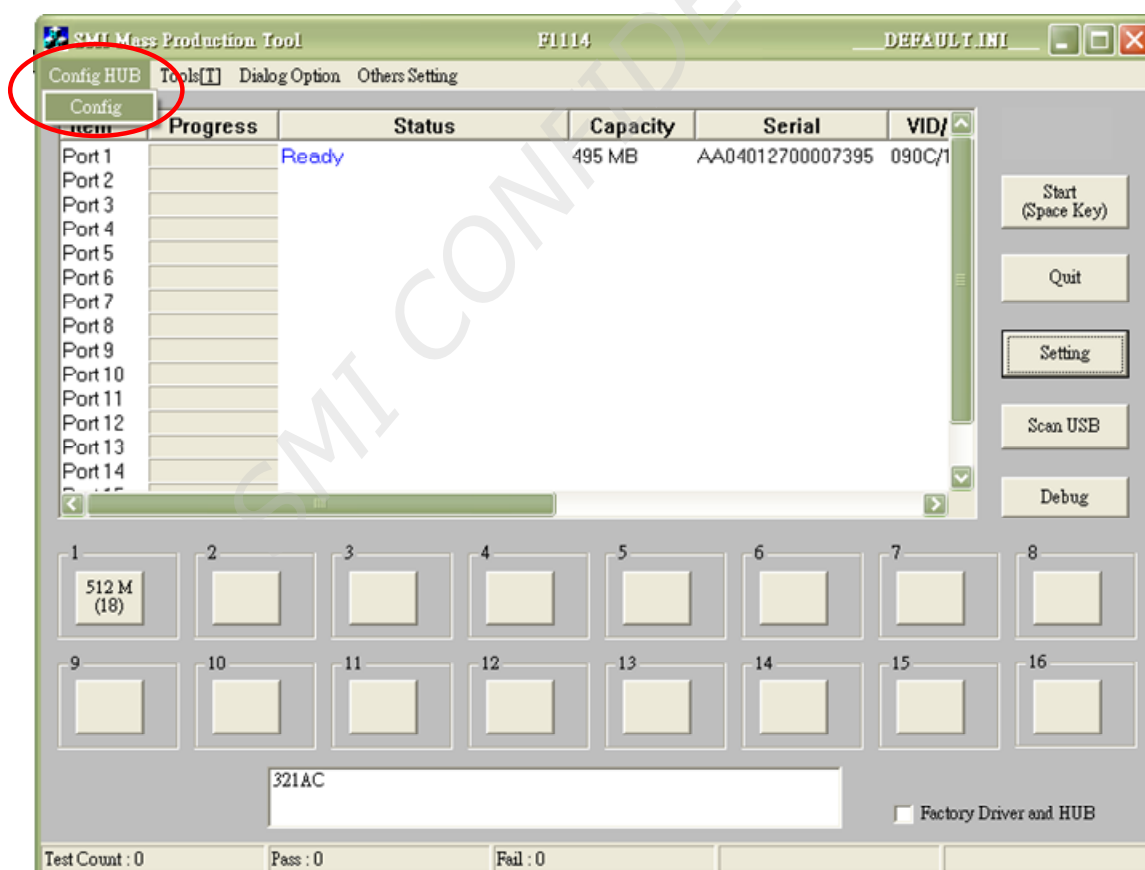

Fig. 5 The 「Config HUB」 function of SM32X Production Tool.
- Config HUB Function:(see the Fig. 5)